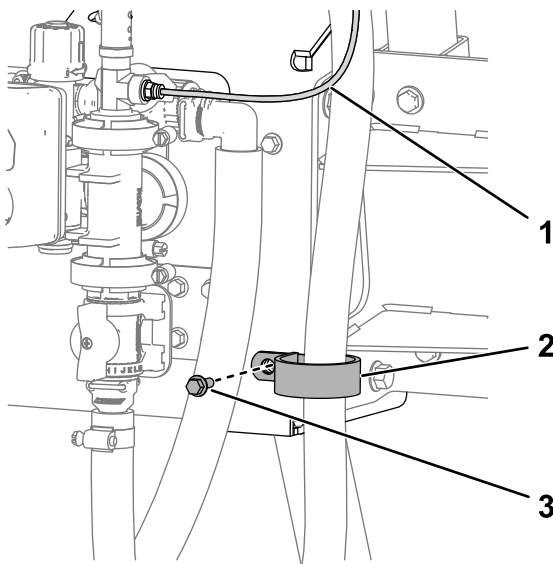

**Figure 47**
- 1. Branchez le flexible de la lance de pulvérisation au raccord droit de la vanne de commande, et fixez le flexible sur le raccord avec un collier (Figure 47).